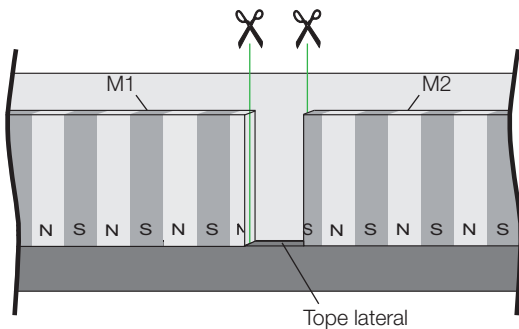
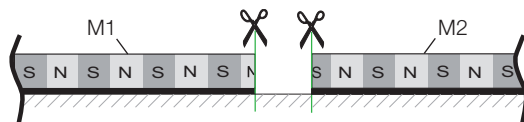
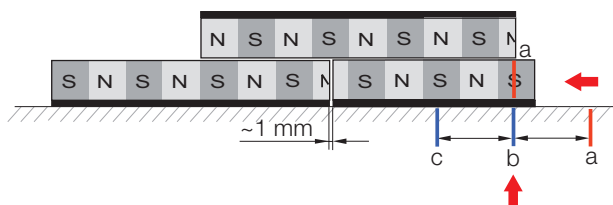

Fig. 4-8: Vista desde arriba de los cuerpos de medición
Fig. 4-9: Vista lateral
Fig. 4-13: Posicionar el cuerpo de medición recortado
i El dimensionado en Fig. 4-8 hasta Fig. 4-13 se refiere a un cuerpo de medición con una anchura de polos de 5 mm. En caso de una anchura de polos de 10 mm, deben duplicarse las medidas indicadas.
i ¡Recorte rectos los dos extremos de los cuerpos de medición en el punto de contacto (Fig. 4-8 y Fig. 4-9)!
1. El cuerpo de medición M1 ya está pegado. Fije en el punto de contacto un tope lateral que permita alinear con precisión el cuerpo de medición M2 (Fig. 4-8).
8. Coloque el cuerpo auxiliar sobre el cuerpo de medición M1 en una posición estable y fíjelo con cinta adhesiva (Fig. 4-13).
9. Desplace el cuerpo de medición M2 recortado hacia el punto de contacto hasta que la marca (a) del cuerpo quede alineada con la marca (b) o (c) de la pieza de la máquina (Fig. 4-13). El cuerpo auxiliar debe encontrarse en una posición estable en la que *encaje*. En caso necesario, desplace ligeramente el cuerpo de medición M2 hacia la derecha o la izquierda hasta localizar el punto que ofrezca la máxima fuerza de atracción.